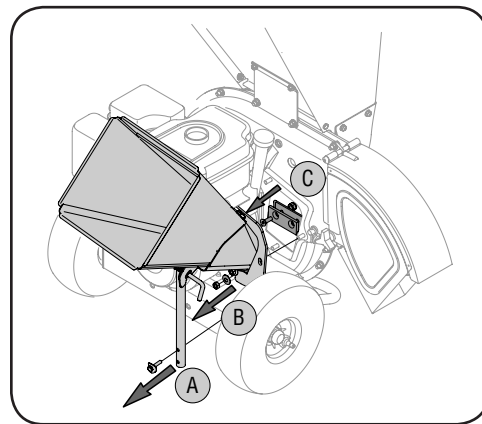

Figura 4-2
10. Retire la traba que sujeta el canal de la astilladora a la estructura. Para ello saque los dos pernos hexagonales y las arandelas cóncavas que la aseguran. Vea A en Figura 4-2.
11. Para sacar el canal de la astilladora saque las tres tuercas hexagonales y las arandelas que lo aseguran a la caja del motor. Vea B en Figura 4-2.
13. Para sacar la cuchilla saque los tornillos hexagonales internos, las arandelas de seguridad y las tuercas hexagonales que la sujetan al motor. Vea C en Figura 4-2. Guarde los accesorios.